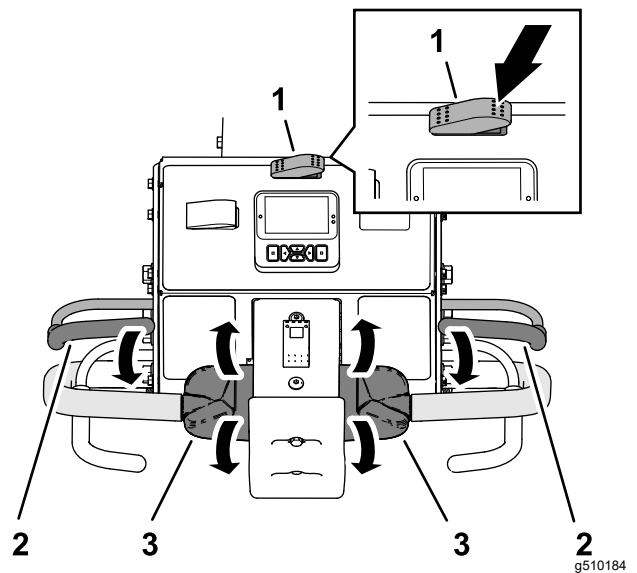

Bild 80
3. Drücken Sie die rechte Seite des Transport-/Aerifizierschalters in die AERIFIZIEREN-Stellung (Bild 80).
5. Fassen Sie den linken oder rechten Lenker und den Schaltbühn (Bild 80), und drücken Sie den Schaltbühn an den Lenker.